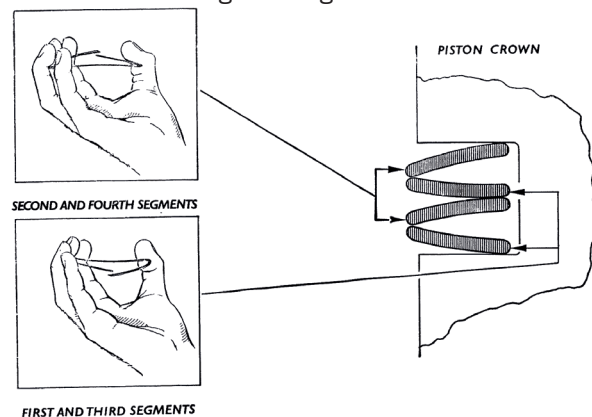

Fig. 2-30
4. Fjärde ringen monteras ovanpå den tredje, så att när det pressas ihop, ringändarna pekar uppåt. Placera ringgapet mitt ovanför den andra ringens gap. Se fig 2-30.